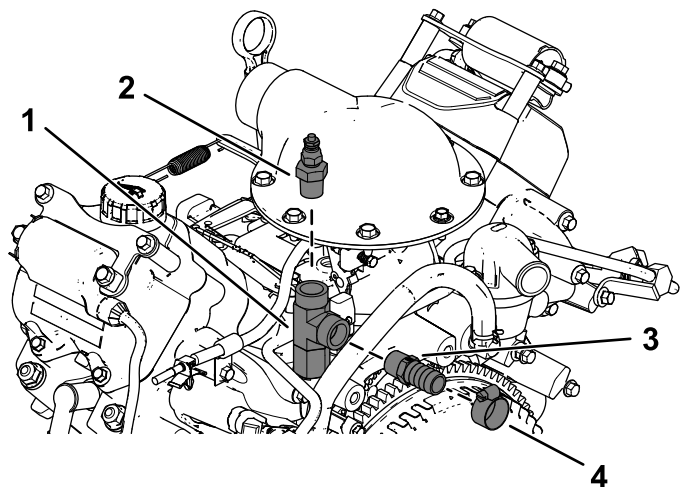

Figura 9
3. Instale el interruptor de temperatura y la manguera ($\frac{3}{8}$ " y el acoplamiento del adaptador ($\frac{5}{8}$ " con abrazaderas, tal y como se muestra en la Figura 9.